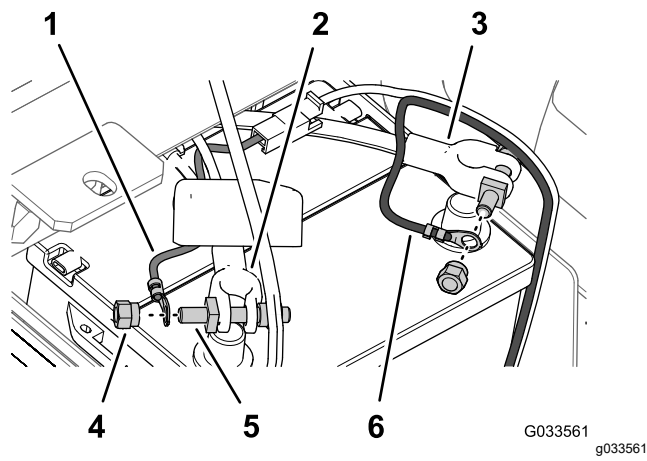

Figure 31
6. Avec un écrou de serrage, fixez la cosse ronde du fil fusible (faisceau du pulvérisateur) sur la tige du boulon de borne que vous avez installé sur le câble positif de la batterie (Figure 31).
7. Avec un écrou de serrage, fixez la cosse ronde du câble négatif (noir – faisceau du pulvérisateur) à la tige du boulon de borne que vous avez installé sur le câble négatif de la batterie (Figure 31).